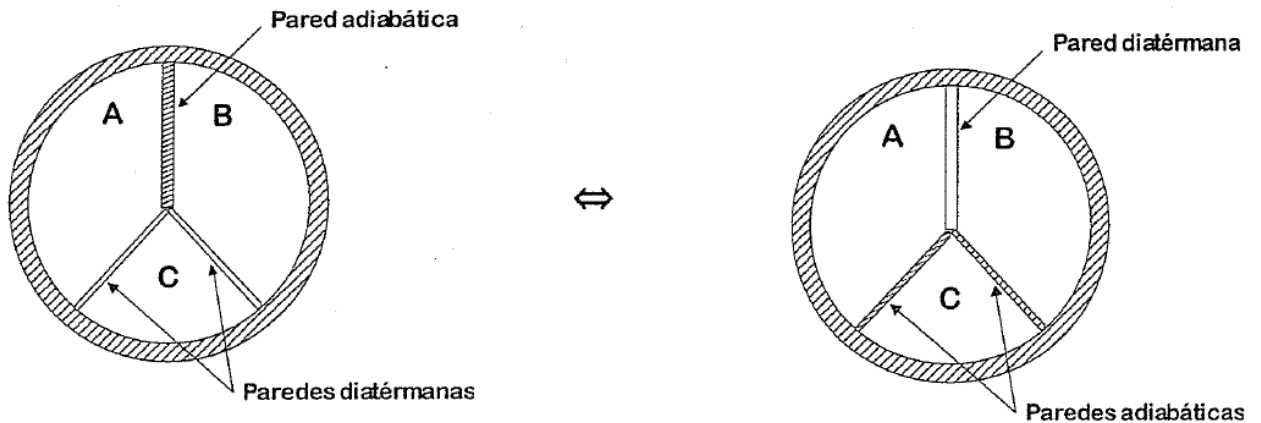

Figura 2. Principio Cero: Dos sistemas A y B, en equilibrio térmico con un tercero, C, están en equilibrio térmico entre sí.
- tres sistemas cerrados "A", "B" y "C", de composición cte. y separados según la Figura 2.